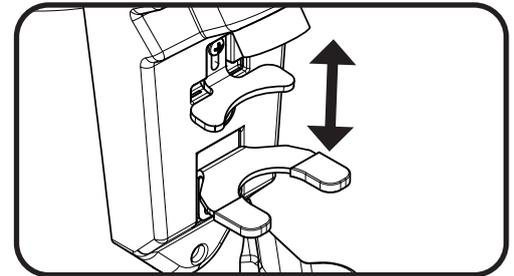

Fig. 2
- Insertar la campana (7) en el regulador (9,5) y bloquearla con los tornillos suministrados.
- Asegurarse que el interruptor general esté apagado (13) y que la clavija (14) esté bien conectada.
- Regular el clip de sujeción del portafiltro (10) y la horquilla (12) como se muestra en la Fig.2 y 3, para centrar la caída del café y que el clip enganche correctamente el borde superior del filtro.